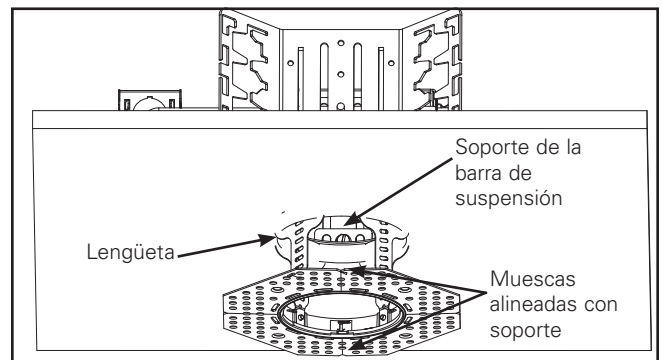

Figura 2.
7. Un conjunto de muescas opuestas debe estar perpendicular a las paredes de la habitación o viguetas en el techo. Si es visible desde abajo del techo, ubique los soportes de barra de suspensión ajustable y alinéelos junto a las muescas (no se aplica para aplicaciones de adaptación, consulte la figura 2).